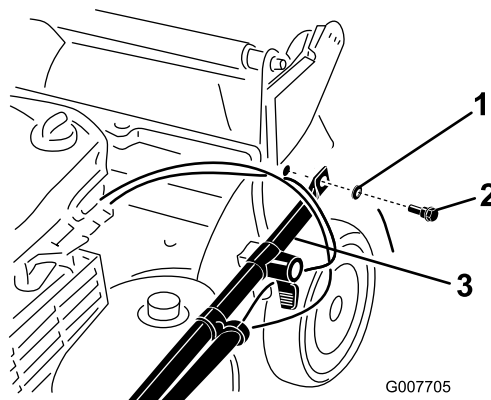

Figure 3
2. Fixez les extrémités du guidon au carter de tondeuse avec 2 rondelles et 2 boulons (Figure 3), **mais ne serrez pas les boulons.**